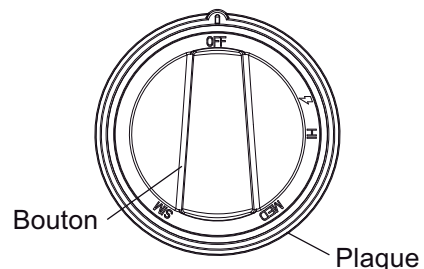

Figure 10 : Bouton de commande de brûleur standard
- Vérifier chaque brûleur afin de s'assurer qu'il n'y a pas d'espace entre le capuchon et la base du brûleur. Voir les figures 10 et 11 ; emplacement correct et incorrect du capuchon de brûleur, pour des exemples d'emplacements appropriés ou non.
- L'on peut bouger délicatement le capuchon d'un côté à l'autre pour vérifier s'il est adéquatement positionné sur la base du brûleur. Lorsque bien en place, chaque capuchon repose à plat sur le dessus de la base du brûleur et couvre complètement la forme en étoile de la base, lorsque vu de dessus, figure 10 ; emplacement correct du capuchon de brûleur..